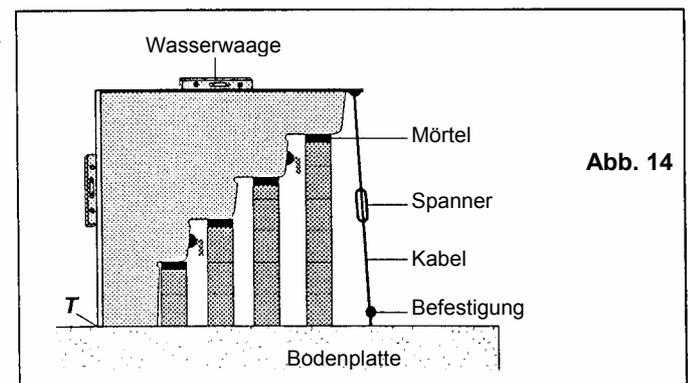

Abb. 14
**f** Setzen Sie die Treppe nunmehr auf die Stützwände auf, Abbildung 14.
**g** Überprüfen Sie die Position der Treppe (auf den Punkten S und T). Kontrollieren Sie die Höhe (horizontal und vertikal), Abbildung 14.